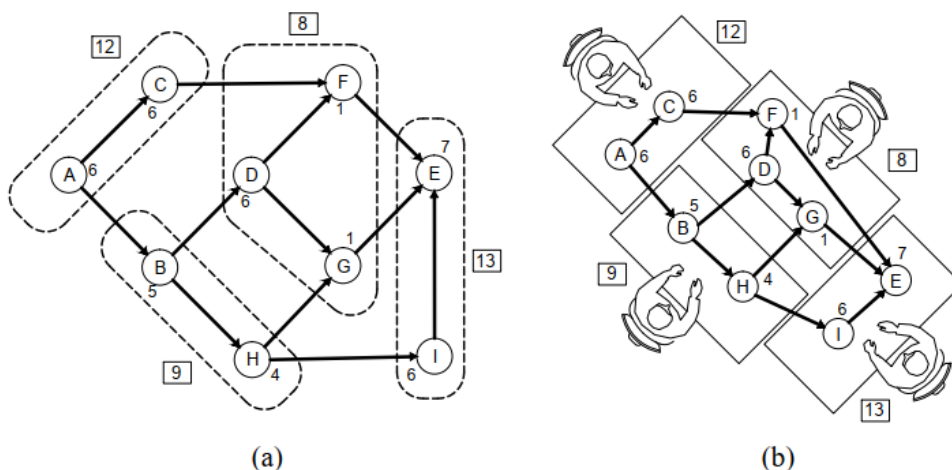

Figura 3- Solução inicial para o grafo de precedência com $m = 4$ e $z = 13$.
- A Figura 3 (a) mostra uma solução viável para um problema com quatro máquinas ($m = 4$) e nove tarefas, ou seja, $|T| = 9$, enquanto a Figura 3 (b) ilustra a respectiva solução a partir de uma perspectiva real de operação. A solução construída inicialmente tem o tempo máximo de ciclo $z = 13$.